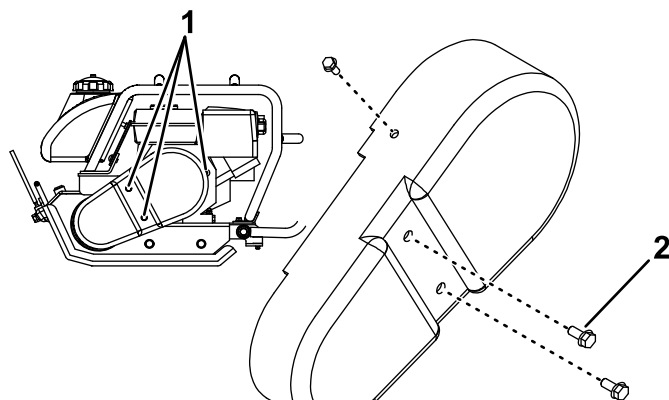
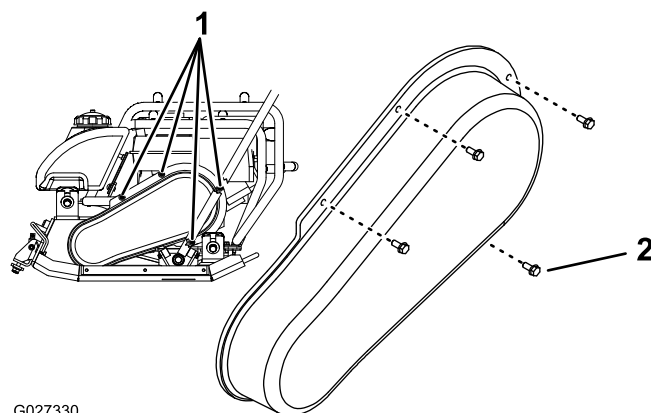

Figure 24
Figure 25
1. Retirez les boulons à embase qui fixent le couvercle de courroie sur le moteur (Figure 24 ou Figure 25).